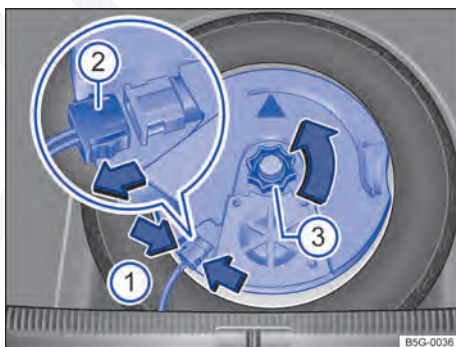

Fig. 297 No compartimento de bagagem: remover o subwoofer (variante 1).
- Para destravar o conector → Fig. 297 (2), comprimir as linguetas → Fig. 297 (setas 1).
- Puxar o conector (2) e colocar de lado o condutor elétrico removido.
- Desrosquear o manipulador (3) no sentido anti-horário (seta).
- Inserir o conector → Fig. 297 (2) até que ele se trave de maneira audível.
- Girar o manipulador (3) no pino rosqueável no sentido anti-horário até que o subwoofer fique preso com segurança.
- Inserir o conector → Fig. 297 ② até que ele se trave de maneira audível.
- Girar o manípulo ③ no pino rosqueável no sentido anti-horário até que o subwoofer fique preso com segurança.